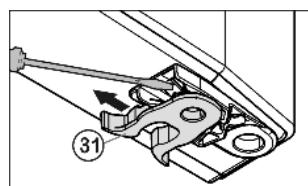

Fig. 7
- Federklemme Fig. 7 (31) umsetzen: Rastnase runterdrücken, Federklemme darüber hinweg abziehen.